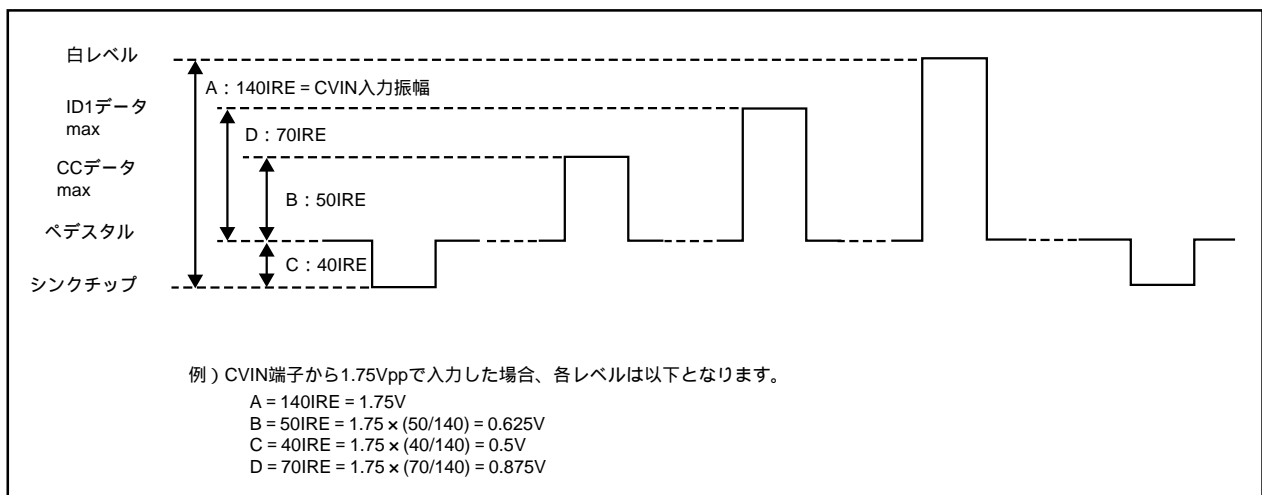

図14.2 CVIN端子の入力振幅に対する各レベル
(2) 図14.2にCVIN端子の入力振幅に対する各信号レベルを示します。